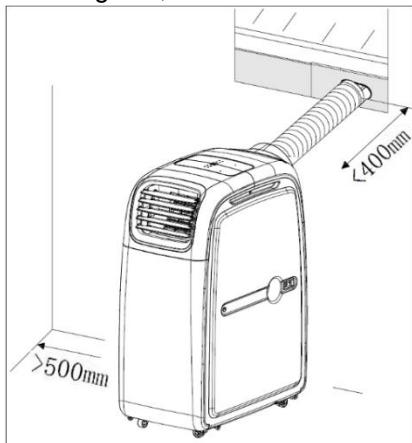

Fig. 1
- Coloque o aparelho numa superfície plana, perto de uma tomada adequada, mantendo, no entanto, uma distância de pelo menos 50 cm entre o lado do filtro e outros objetos. A mangueira de exaustão deve ser mantida em linha reta e não deve ser esticada por mais de 40 cm para uma ótima funcionalidade, para que o ar quente na mangueira de exaustão possa sair da sala o mais rápido possível. (ver Fig. 1).